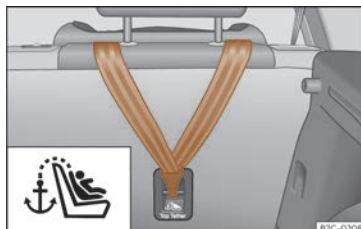

Fig. 28 Part del darrere dels seients posteriors: argolles de subjecció per al cinturó Top Tether.
- Feu lliscar la corretja i fixeiu-la correctament amb l'ancoratge de la part posterior del respall»» **fig. 28**.